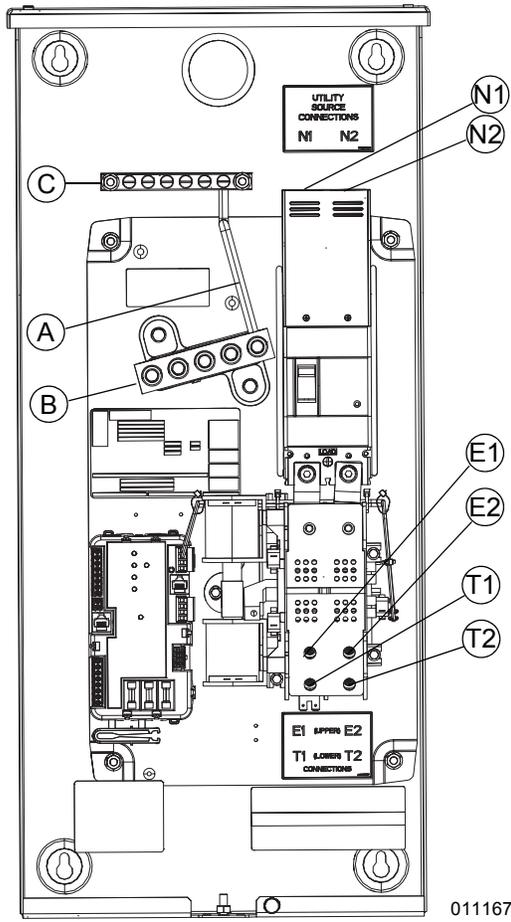

Figure 3-2. Câblage des modèles de 200 A
2. Voir Figure 3-2. Raccorder le conducteur de neutre du réseau à la barre de neutre (B). Les conducteurs d'électrode de mise à la terre peuvent être raccordés à la barre de mise à la terre de l'appareil (C) (voir NEC 250.24 [A] [4]). Respecter toutes les spécifications de serrage pour les barres de raccordement. Un cavalier de mise à la masse de type câble est fourni pour la mise à la masse correcte du matériel de branchement d'abonné.